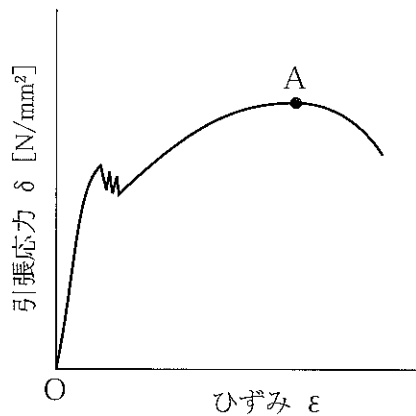

図2
- (1) 図2のような応力とひずみの関係を測定する試験を (a) 試験という。
- (2) 図2の点Aを (b) という。
- (3) 図2の試験結果が得られる金属材料に、(c) がある。
- (4) ダイヤモンドの円すいの圧子を2段階の荷重で材料に押し込み、くぼみの深さの増加を測定して硬さを調べる試験を (d) 試験という。
- (5) 超硬合金球を試験片に押し込み、くぼみの直径を測定し硬さを調べる試験を (e) 試験という。